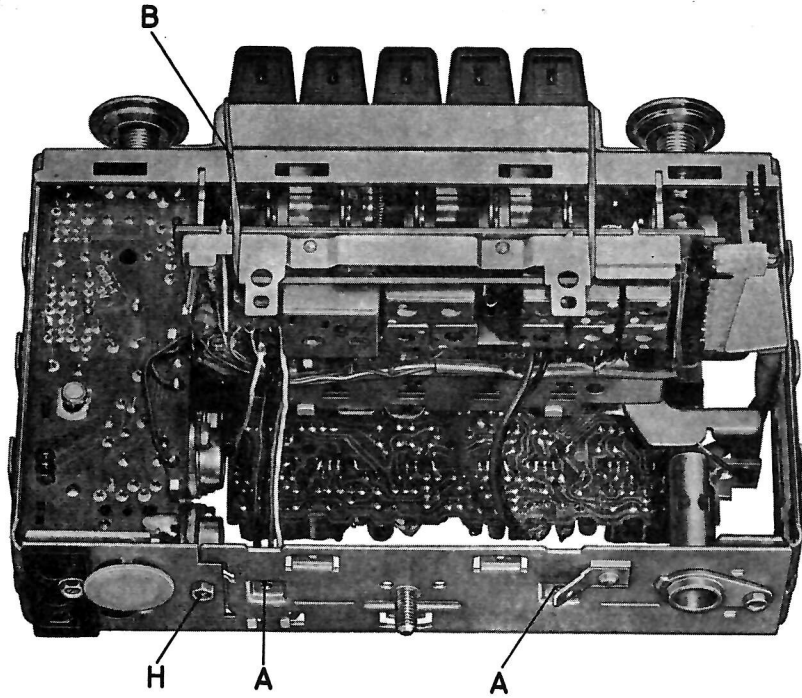
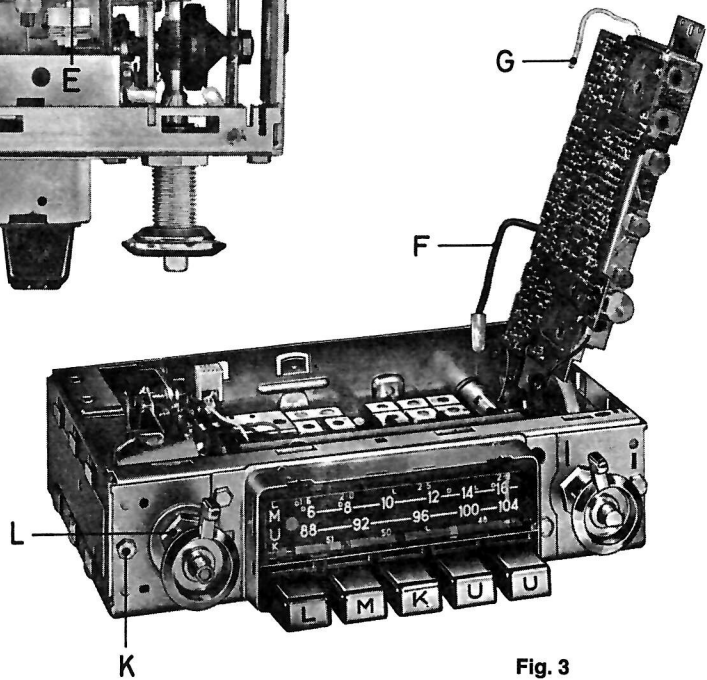

Fig. 1
Fig. 3
- 1.1 Die beiden Halteschrauben „A“ der ZF-Platte an der Rückwand herausdrehen (Fig. 1).
1. die ZF-Platte mit einem Gummiring über beide Laschen und den Tasten festgehalten werden (siehe Fig. 1),
- 2.8 Spulenplatte zur Seite klappen (Fig. 3). In diesem Zustand ist die Spulenplatte für eine Empfangsfrequenz von ca. 110 MHz voll funktionsfähig.
- 3.1 Schrauben „H und K“ und Mutter „L“ entfernen (Fig. 3, Fig. 1).
- 1.1 Remove the two mounting screws "A" of the IF board at the rear wall (fig. 1).
1. the IF board may be locked by means of a rubber ring on both straps and the keys (see fig. 1),
- 2.8 Tilt coil board to the side (fig. 3). In this condition, the coil board is still capable to operate at a reception frequency of approx. 110 MHz.
- 3.1 Remove screws "H" and "K" and nut "L" (fig. 3, fig. 1).